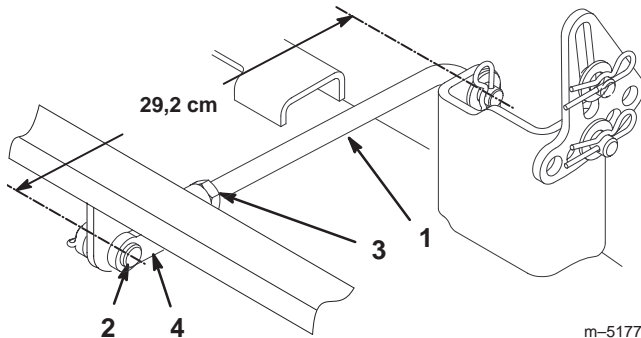

Figure 41
6. Mesurez la longueur du tourillon arrière (Fig. 41). Si elle n'est pas égale à 29,2 cm, enlevez l'axe de chape et la goupille fendue à l'extrémité du tourillon (Fig. 41), desserrez l'écrou de blocage et tournez la chape jusqu'à obtention de la longueur voulue (29,2 cm). Fixez ensuite la chape avec l'axe et la goupille fendue. Répétez la procédure de l'autre côté de la tondeuse.
12. Quand l'inclinaison avant/arrière voulue est obtenue, serrez les écrous de blocage (Fig. 41 et 43).